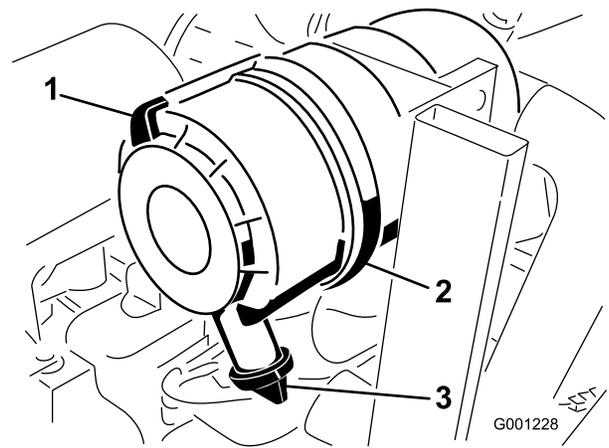

図 47
1. ラッチを引いて外し、カバーを左にひねってボディーからはずす (図 47)。
2. ボディーからカバーを外す (図 47)。
8. 出口バルブが下向き（後ろから見たとき、時計の5:00と7:00の間になるように）カバーを取り付ける（図 47）。